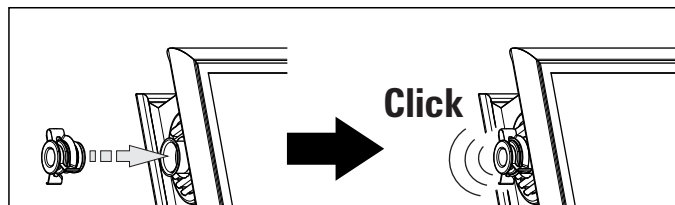

Fig. 4-21 Fase di lavoro 6
- Nell'eseguire la posa del cavo, assicurarsi che non affluisca acqua piovana nel punto di inserimento della sonda (inserire un gomito di gocciolamento, vedere fig. 4-21).